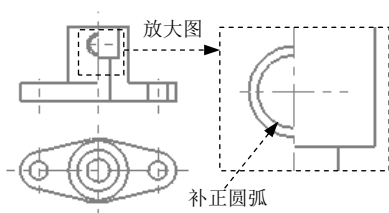
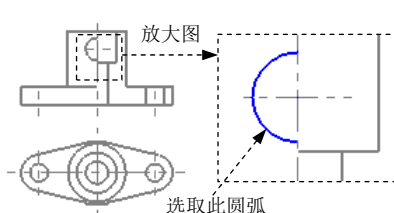

图 3.16.46 补正圆弧
图 3.16.47 选取补正对象
(3) 设置圆弧参数。在“极坐标画弧”工具栏的  文本框中输入值 5，按 Enter 键确认；在  文本框中输入值 90，按 Enter 键确认；在  文本框中输入值 270，按 Enter 键确认。
(4) 单击  按钮完成圆弧的绘制。
Step9. 创建图 3.16.46 所示的补正圆弧。
(1) 选择命令。选择下拉菜单 **转换(X)** → **单体补正(O)...** 命令，系统弹出“补正选项”对话框。
(2) 设置补正参数。在“补正选项”对话框中选中 **复制** 选项，在 **距离** 文本框中输入值 1，按 Enter 键确认。
(3) 定义补正对象和补正方向。选取图 3.16.47 所示的圆弧为补正对象，然后在圆弧右边的任意位置单击定义补正方向。